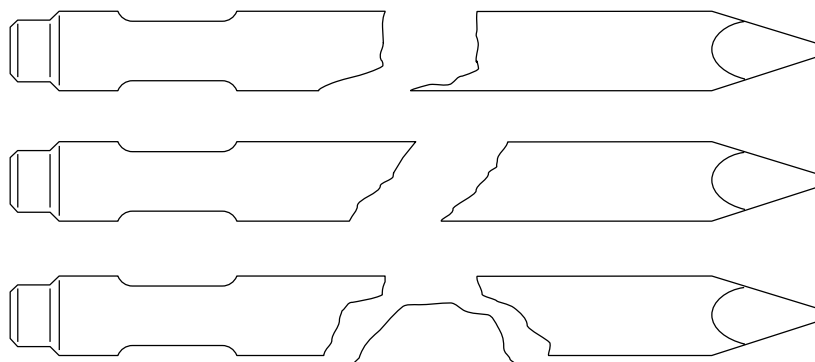
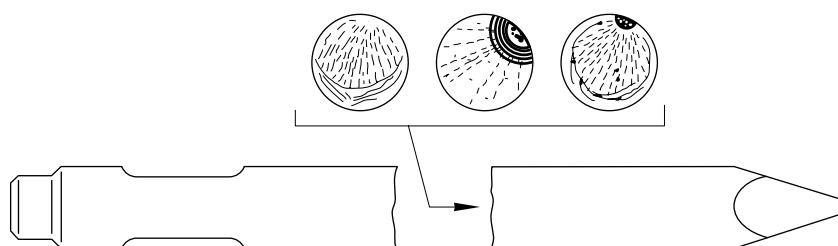
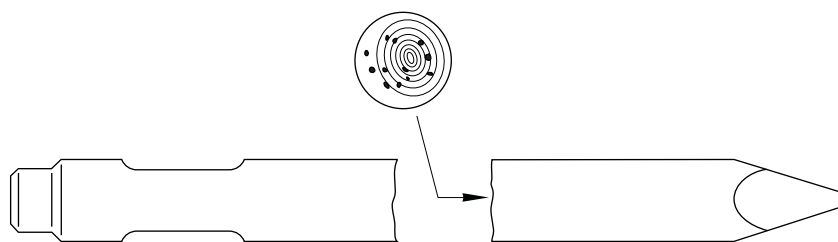

рис. 6
рис. 7
рис. 8
■ Поломка вне хвостовика (рис. 6, 7 и 8)
Поломка изделия вне верхней части пики, как показано на рис. 6, может произойти из-за чрезмерной нагрузки, приложенной к инструменту. Такой изгиб от нагрузки происходит, когда инструмент внедрен в материал и его дергают или толкают, или когда инструмент установлен не перпендикулярно к поверхности разрушаемого материала. Поломка из-за усталости металла рис.7, развивается в области мест начала поломки, вызванной концентрацией напряжения, следующей из-за чрезмерной нагрузки, и затем быстро распространяется дальше. Такой тип поломки может также произойти из-за задиоров инструмента во время использования. Так как поломки, происходящие вне хвостовика вызваны неправильными рабочими приемами, как объяснено выше. Изделия, подвергшиеся таким дефектам, не заменяются по гарантии. Однако если точка начала перелома происходит внутри тела инструмента как показано на рис. 8, изделия будут заменены по гарантии, так как поломка указывает на дефект материала.